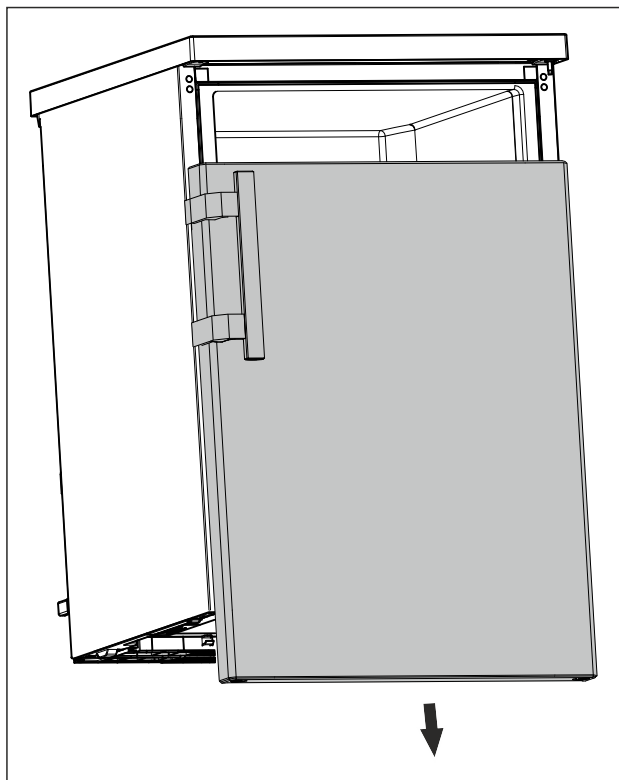

Fig. 8
- ▶ Sejměte dvířka směrem dolů. (viz Fig. 8)